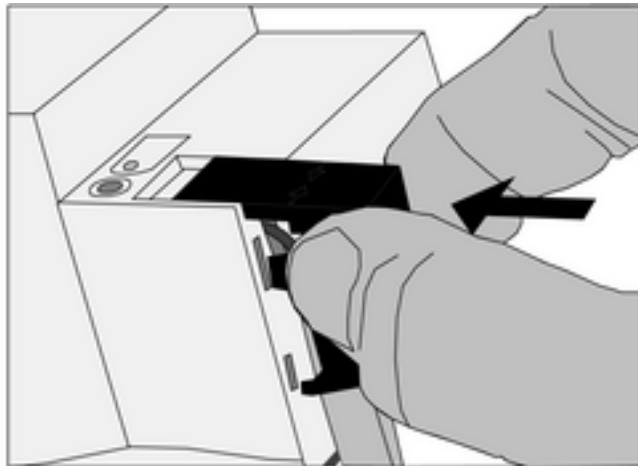

Bild 7: Sätt på locket
- Sätt på ett skyddslock över bussuttaget tills det går in ingrepp (bild 7).